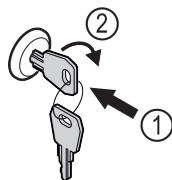

Fig. 191 Immagine a titolo di esempio
- Inserire la chiave Fig. 191 (1).
- Ruotare la chiave di 90° in senso orario Fig. 191 (2).